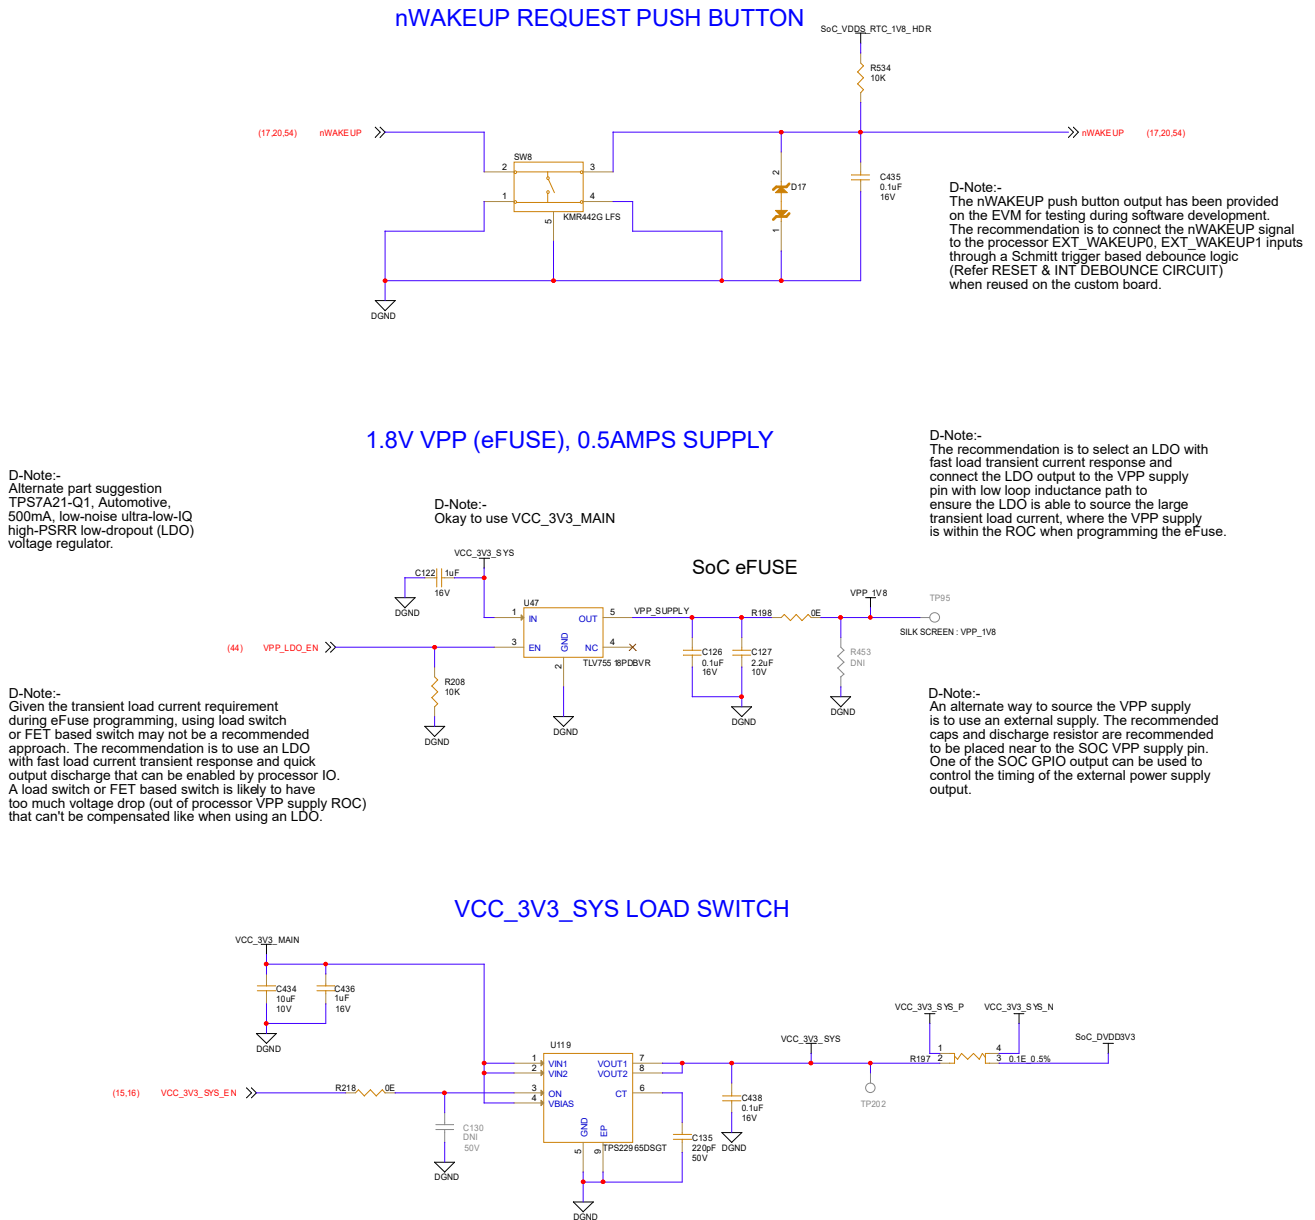

图 6-3. 电子保险丝 LDO 和 EN 控制
图 6-3 包含 VPP_1V8 电源生成 LDO U47、带下拉电阻器的 VPP_LDO_EN 信号 (IO) (LDO 预期通常处于禁用状态)、LDO 输出端的大容量电容器和去耦电容器 (用以支持瞬态负载电流)，以及 LDO 输出端的 0Ω 电阻器 (用于隔离 VPP 电源引脚，以便测试 LDO 输出电压值和时序)。